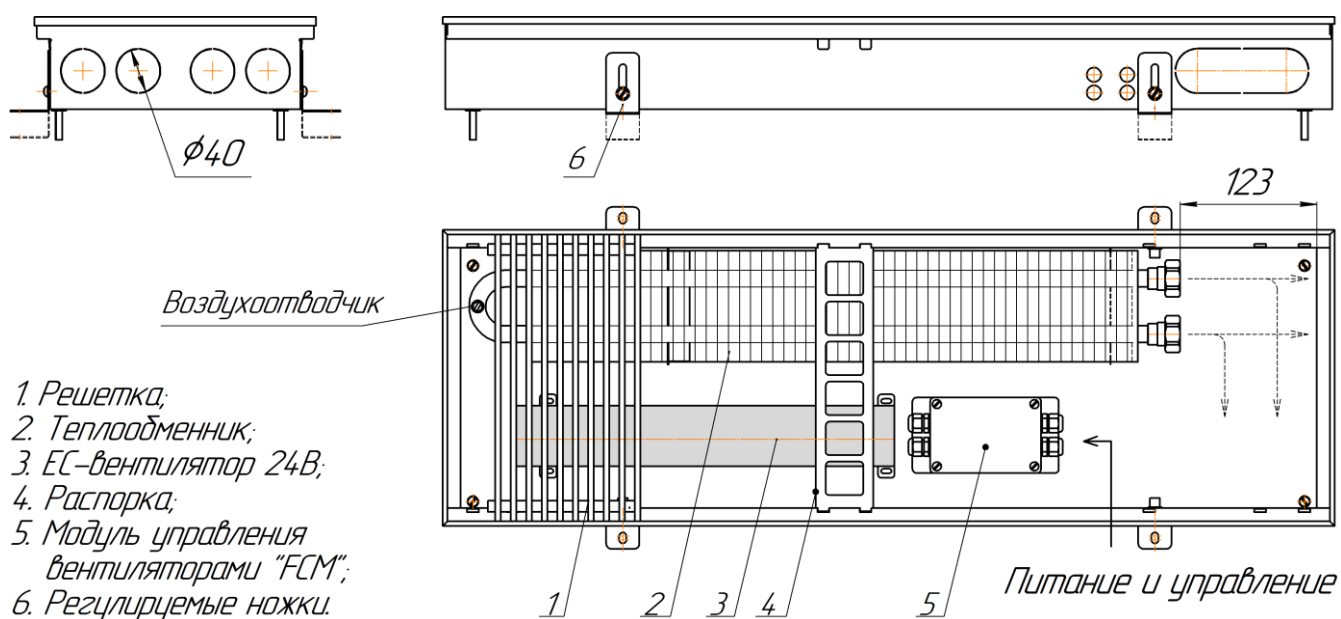

Рис. 1.
2.1. Общий вид конвектора показан на рис. 1.